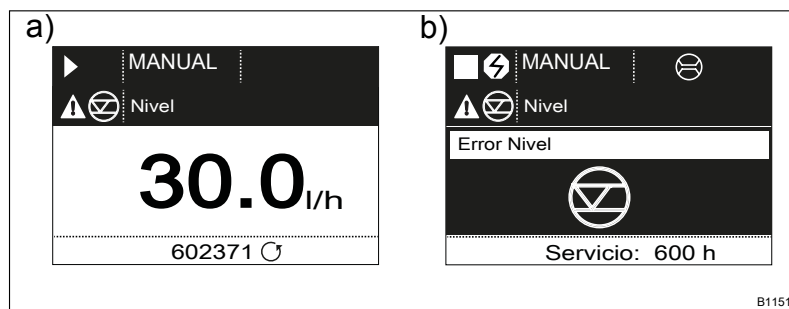

Fig. 6: a) Indicación continua con mensaje de advertencia; b) Indicación continua con mensaje de fallo. Los símbolos se explican en las tablas que siguen.
- La parte a) en la Fig. 6 indica que: